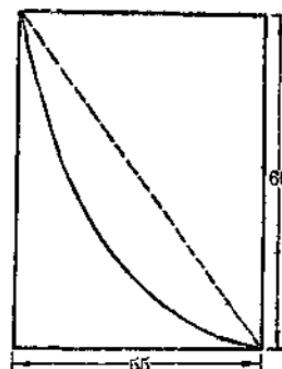

图 6
4. 滑板座：将  $60 \times 55$  [毫米]2 木板一块，沿对角锯成两个三角形，然后把两块木块迭在一起，如图 6 所示把斜边锯成